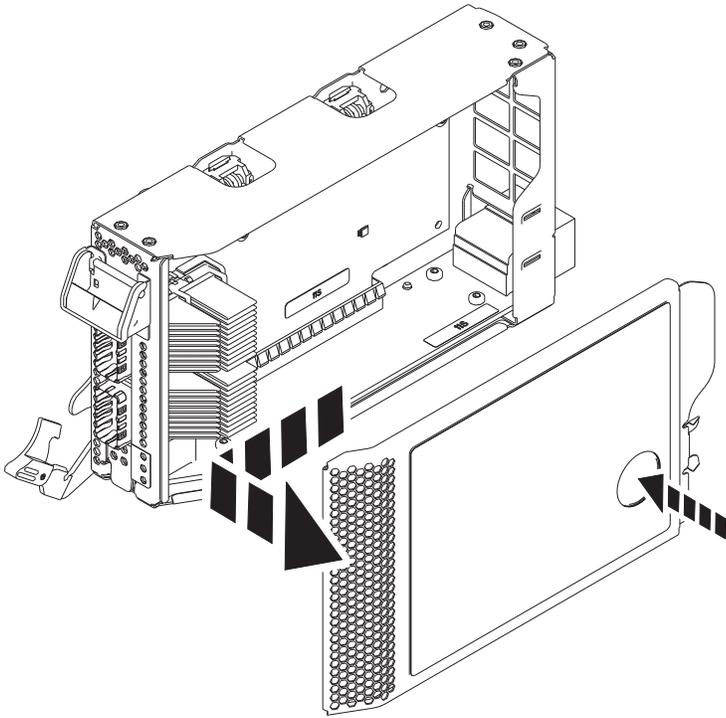

Figura 15. Remover a tampa da cassete do adaptador PCIe
- a. Prima o botão de terracota na tampa da cassete como é mostrado na Figura 15 na página 16 para desencadear a tampa da cassete.